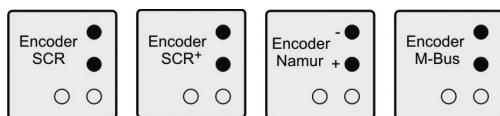

Рис. 10: Наклейка инкодера с крышкой клеммной коробки, рис. 10.
- Используйте для электрического подключения только экранированный кабель (DIN EN 60079-14) и следите за правильностью подсоединения выводов (смотрите наклейку рядом с крышкой клеммной коробки), рис. 10.